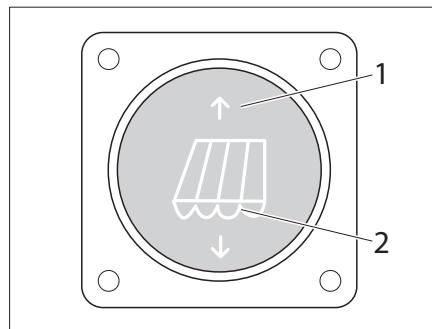
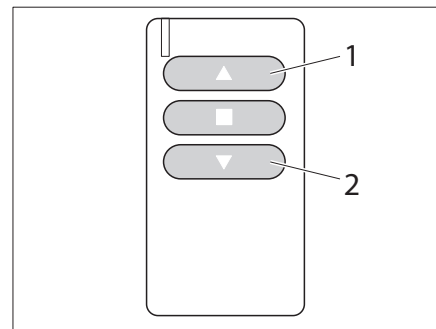

Bild 44 Schalter für Markise, elektrisch
Bild 45 Handsender für Markise, elektrisch
Die Markise ist auch in einer elektrisch angetriebenen Ausführung erhältlich. Die Steuerung erfolgt über den Schalter (Bild 44) oder über einen Handsender (Bild 45).
- Taste (Bild 44/1) bzw. Taste (Bild 45/1) drücken. Die Markise fährt ein.
- Taste (Bild 44/2) bzw. Taste (Bild 45/2) drücken. Der Markise fährt aus.